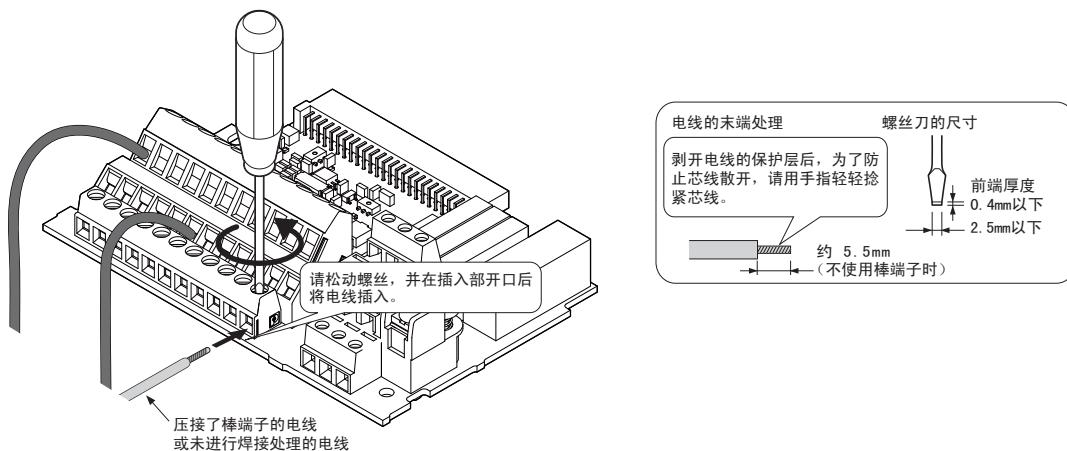
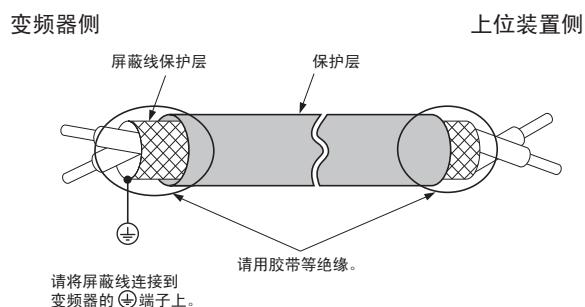

图 22 控制回路的接线步骤
图 23 屏蔽线的线头处理
接线时请参考图 22。并参照图 23 对屏蔽线的线头进行处理。关于紧固力矩，请参照“电线尺寸和紧固力矩”（39页）。
如果不利用操作器而利用外部频率设定器来设定频率，请按图 23 所示，使用已经过线头处理的双股绞合屏蔽线。屏蔽线应接在变频器的⑨端子上。